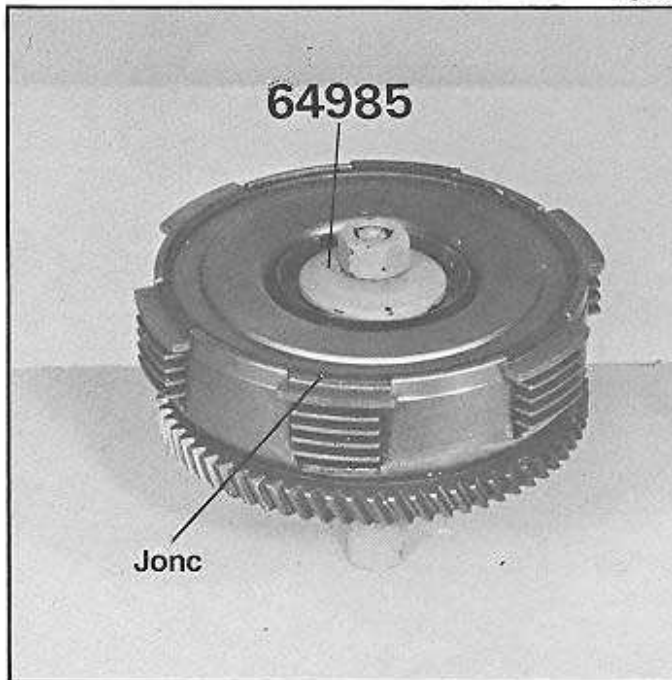

Fig. 40
- Avec l'outil n° 64985, (T.0020232), comprimer le ressort en vissant l'écrou (fig. 40).